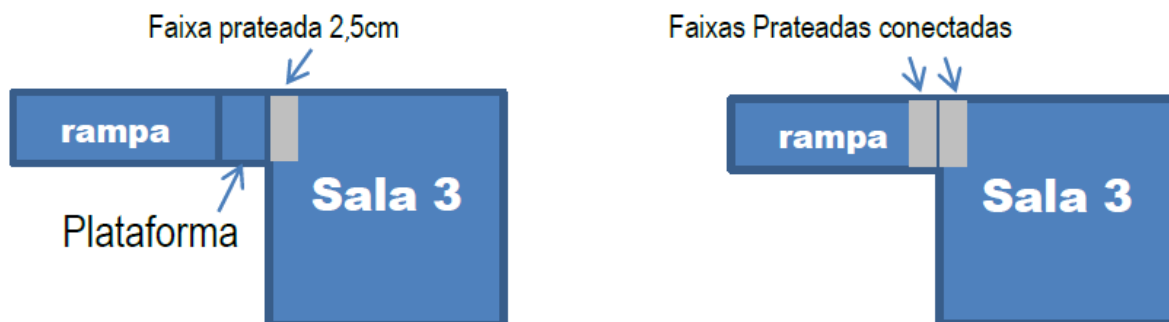

Figura 7 - Faixa prateada na entrada da sala de resgate com e sem plataforma.
4.7 A área superior, chamada de área de resgate, não possui fitas no chão; apenas uma faixa (fita ou tinta) prateada ou CINZA na sua entrada (mínimo de 2,5 cm de largura). Caso a rampa esteja diretamente conectada à área de resgate, sem a plataforma, o final da rampa deve também conter uma faixa prateada ou CINZA, como indicado na Figura 7.